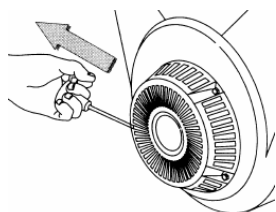

Рис. 2.
- Медленно и плавно вытянуть трос ручного стартера за ручку до появления сопротивления втягиванию, затем медленно вернуть его в исходное положение, см. также рис. 2.